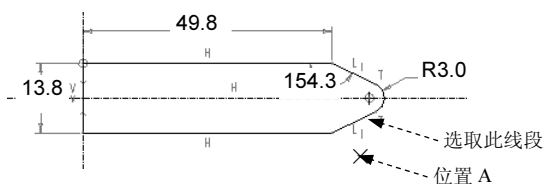
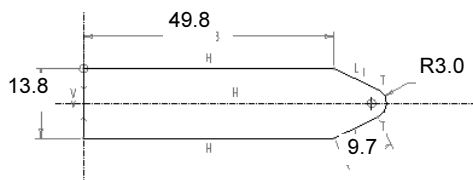

图 2.13.12 操作过程
图 2.13.13 新尺寸添加完成
Step 4 添加新的尺寸以创建所需的标注布局。单击 **尺寸** ▾ 区域中的“标注”按钮 , 然后选取图 2.13.12 所示的线段, 中键单击位置 A 放置尺寸。增加新尺寸后, 图形如图 2.13.13 所示。